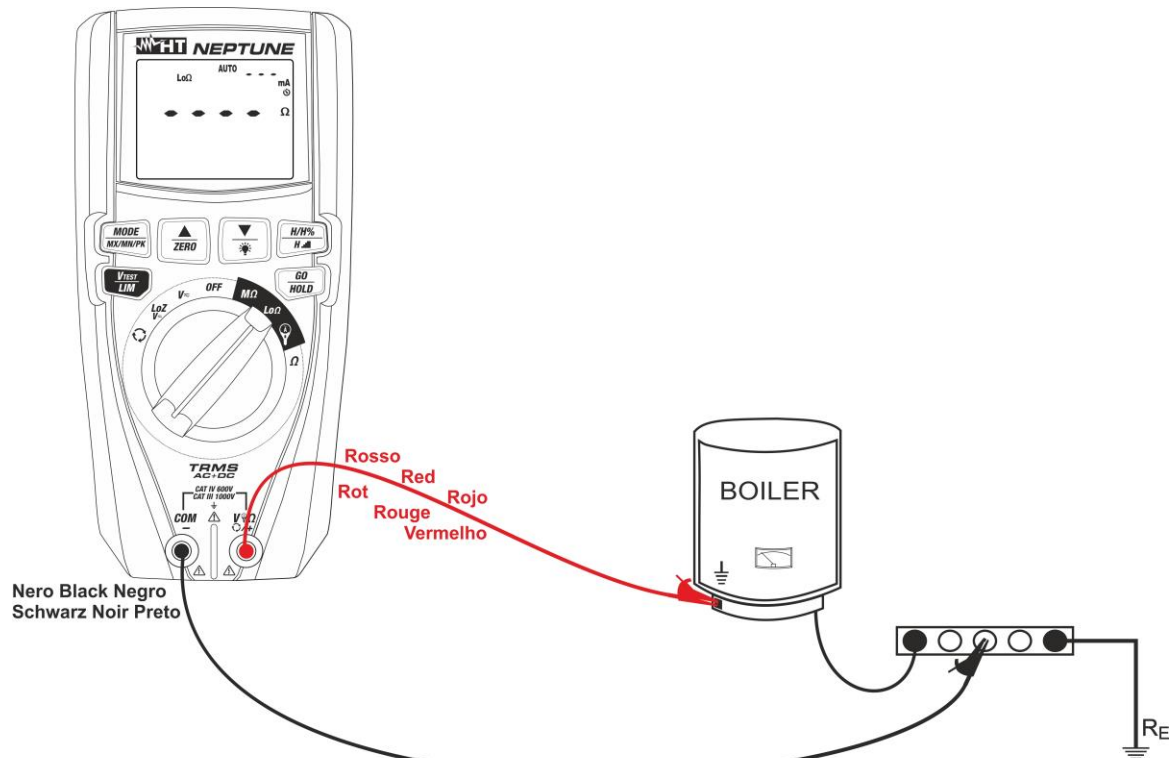

Fig. 25: Uso del instrumento para medida continuidad en modo AUTO
7. Inserte el conductor rojo en el terminal de entrada **V Ω +/+** y el conductor negro en el terminal de entrada **COM/-** y conecte el instrumento a la instalación (ver la Fig. 25)